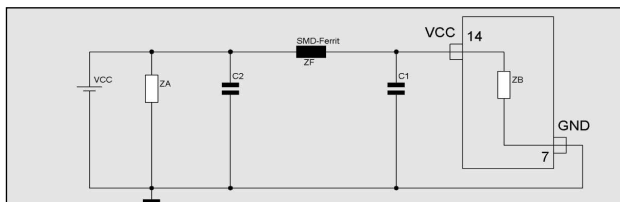

Abb. 5: Pi-Filter zur breitbandigen Vcc-Entkopplung
- Parallelschaltung von Kondensatoren unterschiedlicher Kapazitätswerte vermeiden, da dadurch weitere Polstellen und Eigenresonanzfrequenzen auftreten. Wenn eine Parallelschaltung verwendet wird, muss ein schwingfähiges System unterbunden werden (Absenken der Güte Q des Resonanzkreises auf Werte unter 2, z.B. durch SMD-Ferrite); ein Schaltungsvorschlag dazu zeigt Abb. 5